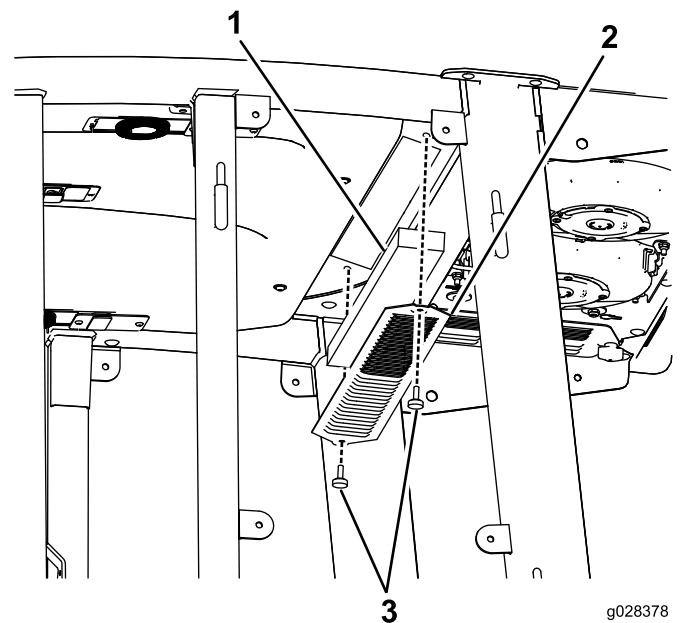

Figura 125
3. Retire el techo de la cabina tras quitar los 22 pernos que lo sujetan (Figura 125).
4. Retire los filtros de aire (Figura 125).
5. Retire y limpie los serpentes del aire acondicionado (Figura 125).